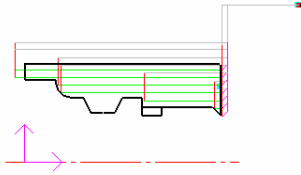

图 4-147 粗车加工外圆轨迹
7) 生成刀具轨迹。当确定好进退刀点后，系统会自动生成绿色的刀具轨迹，如图 4-147 所示。